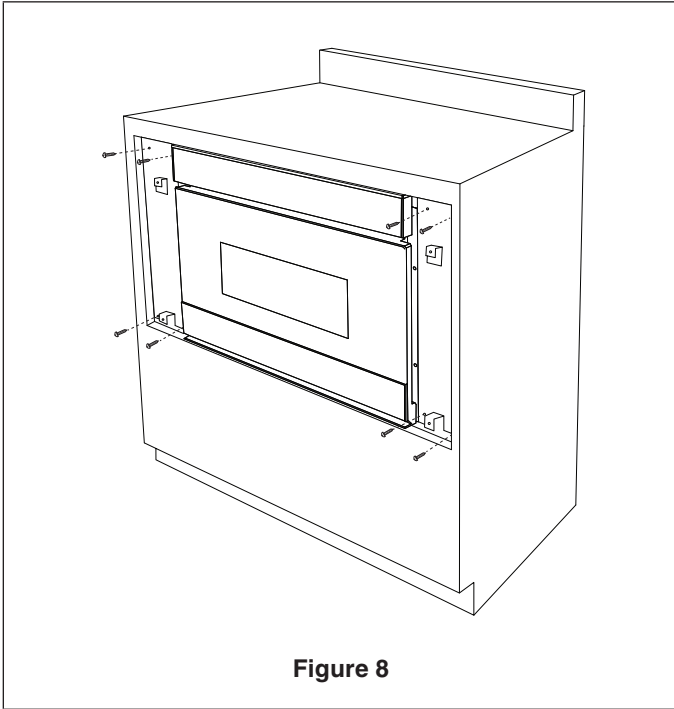

Figure 8
9. En utilisant les 4 trous sur le tiroir comme gabarit, pré-percer l'armoire avec une mèche de 1,57 mm (1/16 po). Voir la Figure 8.